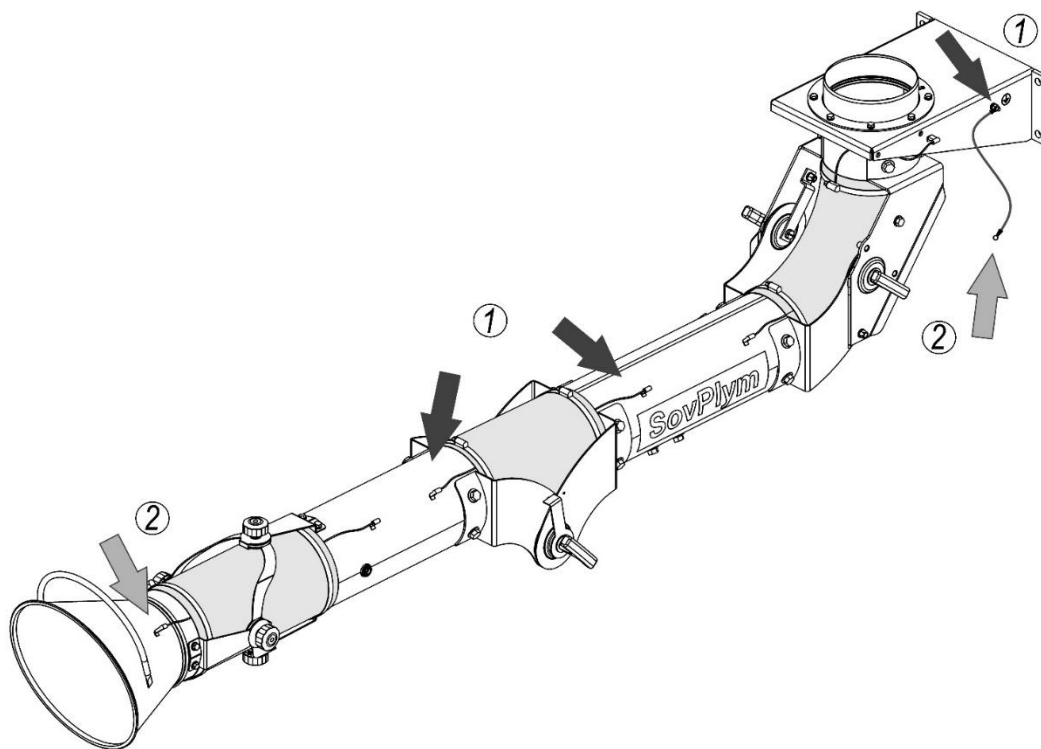

Рисунок 8
5.5.1 Для вытяжного устройства в антистатическом исполнении необходимо выполнить подключение контура заземления (рисунок 8) в следующей последовательности: